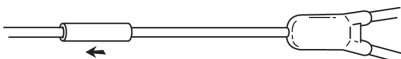

Fig. 8
8. Deslizar el manguito sobre la unión (Fig. 8).